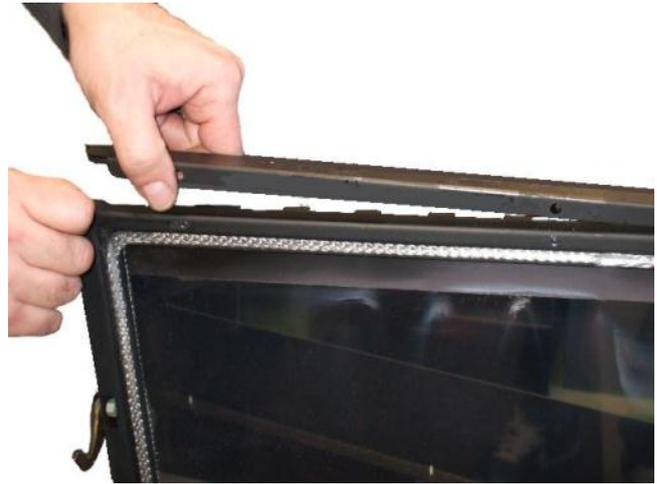

Fig 45 - Rimozione profili porta
- Rimuovere i profili superiore e inferiore (vedi Fig 45 a pag. 42).